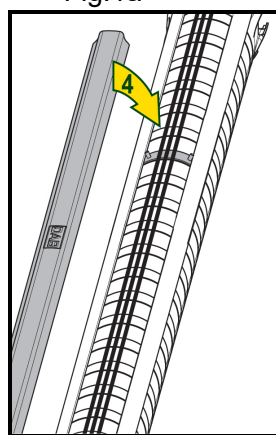

Fig.2
2. Așezați cablurile motorului în jos (Fig2).
3. Așezați conducta peste cabluri (Fig2).